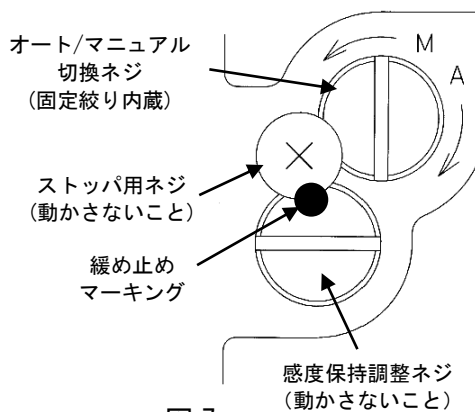

図 7
\*6：オート/マニュアル切換の方法は、図 7 に従いパイロットバルブユニットのオート/マニュアル切換ネジをマニュアル (M) 方向に回転させてください。なお、上部にセットしてありますストッパ用小ネジは抜け止め用ですので、緩めないでください。また、感度保持ネジは出荷時に調整済みですので、誤って回転させないように、ご注意ください。